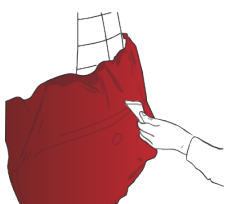

Abbildung 12
- › Folie mit einer mit Wollfilz überzogenen Kunststoffraker auf der gesamten Fläche andrücken. Dabei darauf achten, sie auf der konvexen Fläche vorsichtig zu glätten (Abb. 12), um Spannungen und Falten zu entfernen.